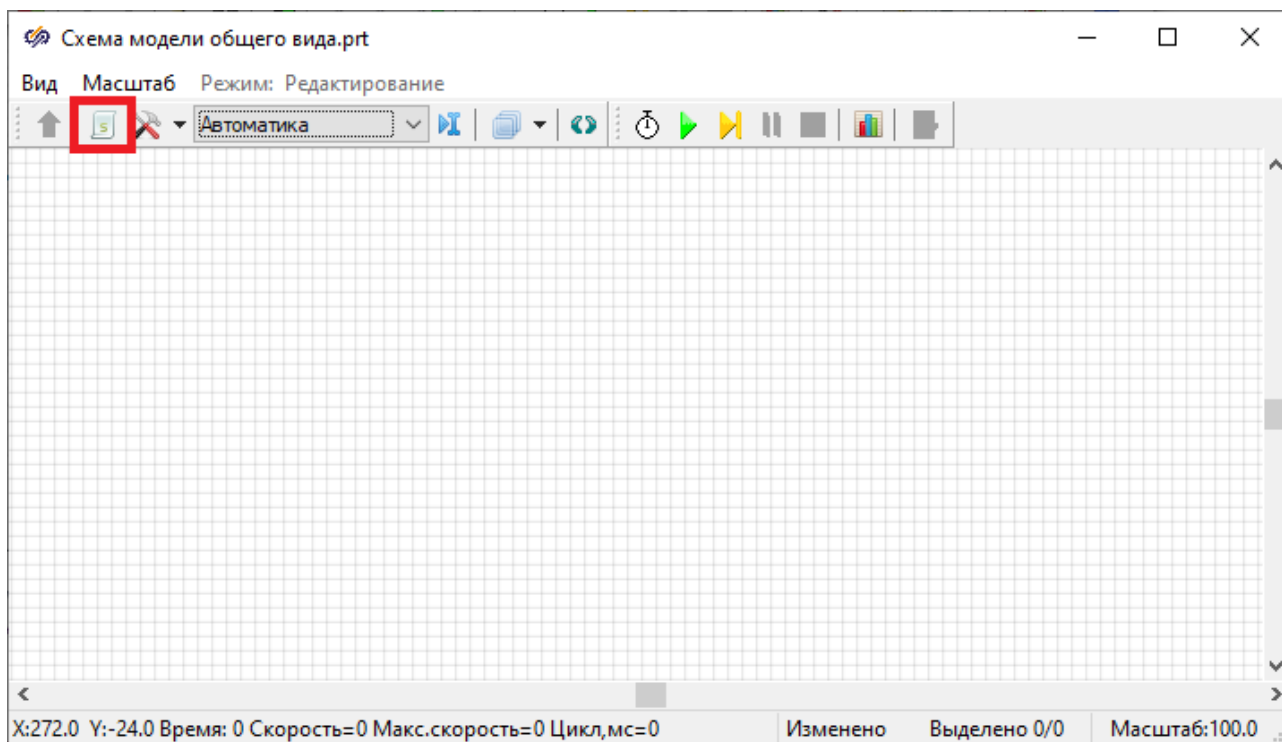

Рисунок 2.2.11. Вызов окна редактора языка программирования проекта с помощью панели кнопок схемного окна.
- 1) Нажав на кнопку «Скрипт» на панели кнопок схемного окна (Рисунок 2.2.11).